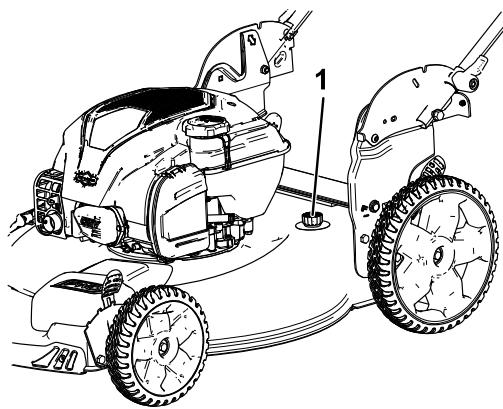

図 17
- 洗浄ポートにホースを接続し、ホースを水道栓につなぐ 図 17。